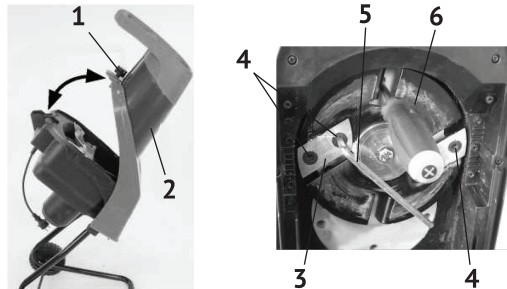

рис.5
8.2 Замена ножей см. рис.5:
- открутив винт крепления (рис.5 поз.1) отклонить загрузочную воронку (рис.5 поз.2);
- открутив винты (рис.5 поз.4) шестигранным ключом (рис.5 поз.5), снять с поворотного диска (рис.5 поз.6) ножи (рис.5 поз.3);